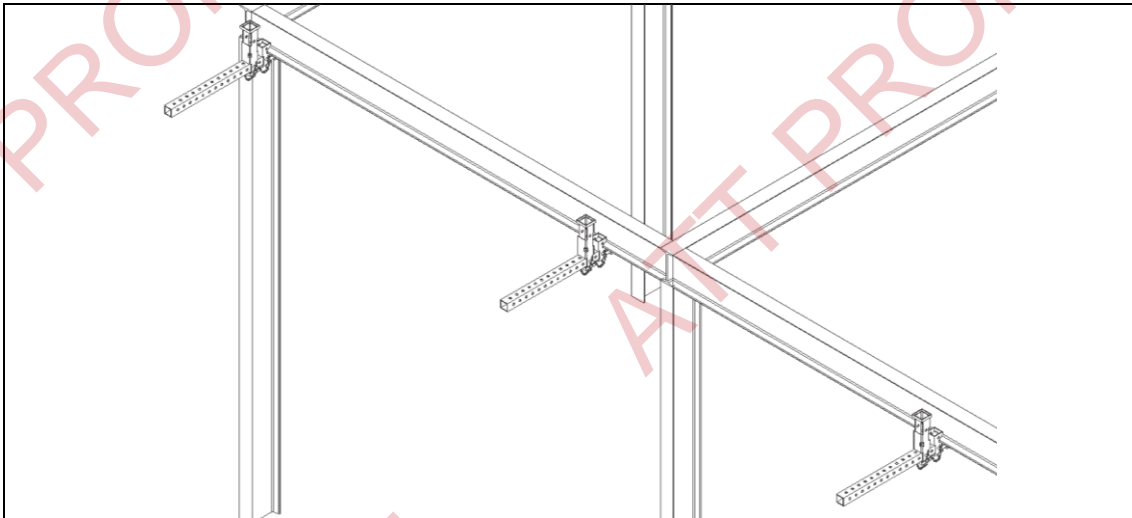
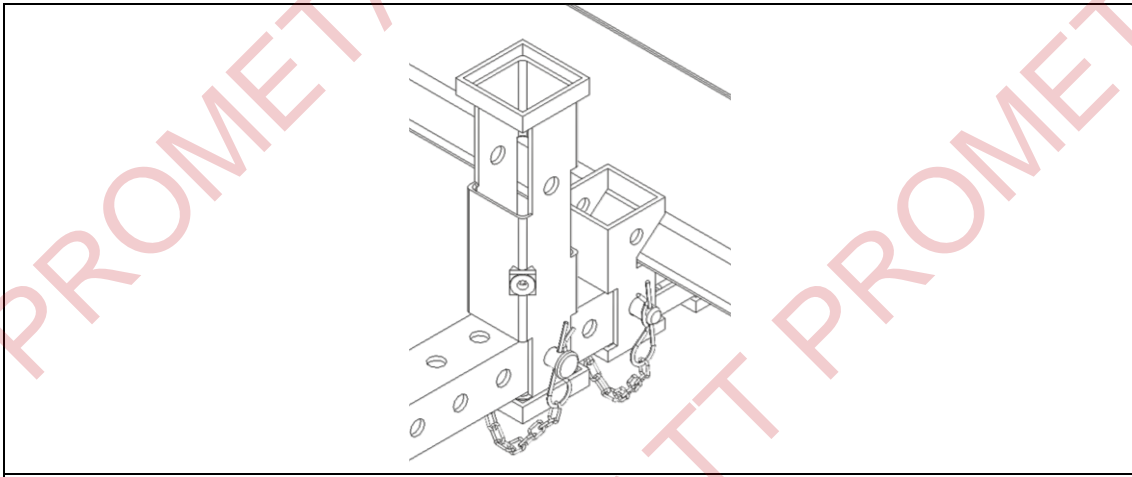

Fig. 4 Ajuste de la base deslizante
Fig. 5 Detalle ajuste base deslizante
3. Una vez que las bases de apriete estén correctamente fijadas a la viga metálica, se procederá al ajuste de la base deslizante (Fig. 4). Esta se deslizará a lo largo del tubo de la mordaza hasta alcanzar la posición deseada, donde se fijará mediante un pasador, asegurándose de que quede firmemente sujeta y no se desplace (Fig. 5).